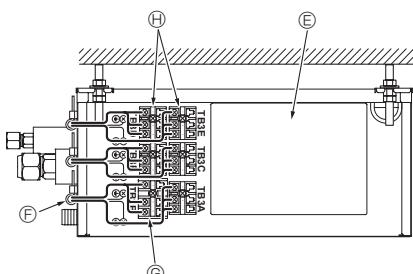

Fig. 9-3
- Fastgör respektive ledning med en ledningsklämma. (Fig. 9-3)
- Anslut respektive kabel ordentligt till korrekt kopplingsplint. (Fig. 9-3)